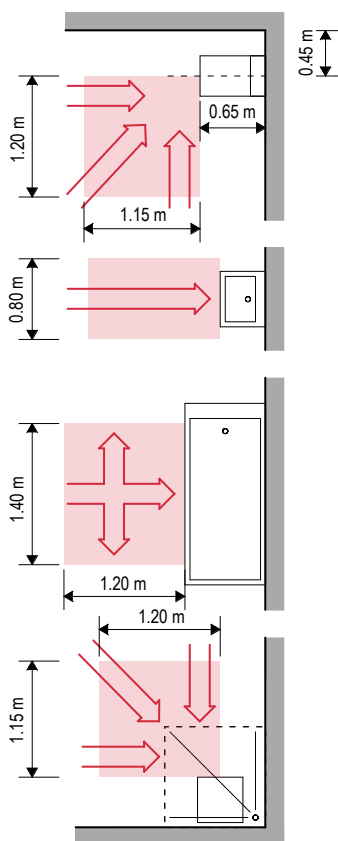

Fig. 25 Spazi liberi necessari davanti ai sanitari per l'utilizzo di sedie a rotelle e deambulatori
- > Il dimensionamento dei locali sanitari adattabili si basa sugli spazi liberi necessari per avvicinarsi ai sanitari o per trasferirvisi dalla sedia a rotelle (fig. 25).